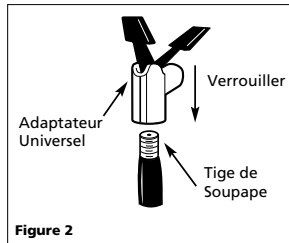

Figure 2
3. Gonfler l'objet en verrouillant l'adaptateur universel dans la tige de la soupape. S'assurer de pousser l'adaptateur universel complètement par dessus les filets de la tige de soupape. Une fois que l'adaptateur universel soit fermement en place, appuyer sur le levier d'arrêt afin de le verrouiller sur la tige de soupape (Voir Figure 2).